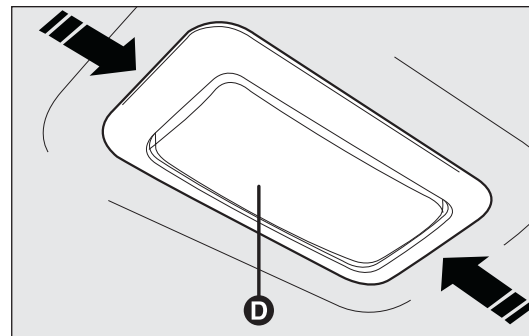

рис. 177
- нажмите в точках, указанных стрелками, и снимите плафон D – рис. 177;
- закройте защитную крышку E и вставьте плафон D – рис. 177 в посадочное гнездо. Убедитесь, что плафон хорошо закреплен.